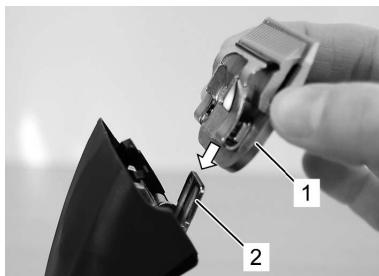

Fig. 15
6. Monter det foretrukne skærehovedet på bladhængslet og vip det på plads på den tændte kipper med et let tryk (fig. 15, 16, 17).